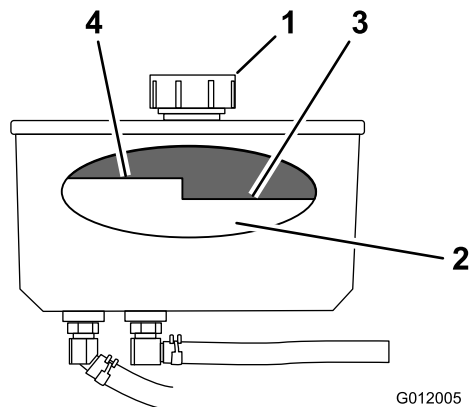

Figure 70
3. Nettoyez la surface autour du bouchon et du goulot de remplissage du réservoir hydraulique (Figure 70).
4. Enlevez le bouchon du goulot de remplissage (Figure 70).
- Remarque:** Lorsque l'huile est chaude, le niveau doit être en dessous du repère « à chaud » sur le déflecteur (Figure 70).